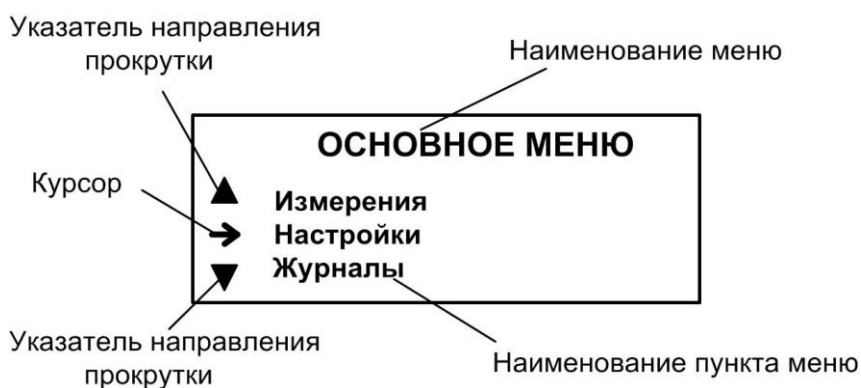

Рис.2. Вид основного меню.
3.1.1. Для управления ИВК с клавиатуры используется многоуровневая система меню (см. Приложение Г), состоящая из основного меню, подменю, команд и параметров, наименования которых сгруппированы в списки. Основное меню (см. рис.2) имеет неизменный состав. Состав и структура подменю определяются режимом работы комплекса.
3.1.3. Индикация на дисплее комплекса состоит из наименования меню (окна), располагающегося неподвижно в первой строке ЖКИ, и наименований пунктов меню (параметров), которые могут смещаться вверх или вниз (см. рис.2).
- 3.1.5. Одновременно на дисплее может индицироваться не более 3-х строк пунктов меню (параметров) из списка. Поэтому в начале первой и последней строки на дисплее могут располагаться указатели направления прокрутки (см. рис.2) в виде треугольников ▲ и ▼, вершины которых направлены в стороны возможного перемещения по строкам (пунктам меню, параметрам).